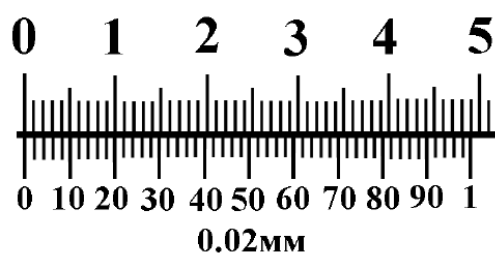

Рис. 1- Измерительная шкала нониуса (нулевое положение)
**Штангенциркуль** - один из наиболее распространенных универсальных измерительных инструментов, применяемых при станочных, слесарных и других видах работ. Этим инструментом можно измерять наружные и внутренние линейные размеры контактным методом непосредственной оценки, а также выполнять разметочные операции: проводить параллельные линии и окружности, как разметочным циркулем. Штангенциркули изготавливают с различными верхними пределами измерениями – от 100 до 1000 мм с величиной отсчета по нониусу – 0,1; 0,05; 0,02 мм (рис. 1).